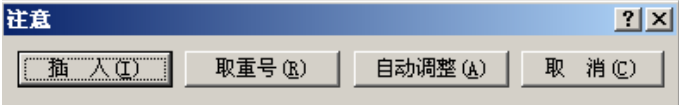

图 7-12
**重号的处理：**如果输入的序号与已有序号相同，系统弹出如图 7-12 的对话框。如果单击【插入】按钮，则生成新序号，在此序号后的其他相同前缀的序号依次顺延；如果单击【取消】按钮，则输入序号无效，需要重新生成序号；如果单击【取重号】，则生成与已有序号重复的序号。